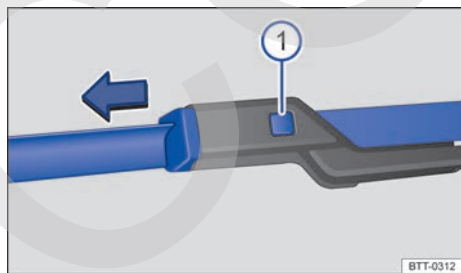

Fig. 145 Sustituir las escobillas de los limpiaparabrisas.
- Mantener la tecla de desbloqueo → fig. 145 ⓘ presionada y, al mismo tiempo, retirar la escobilla del limpiaparabrisas en el sentido de la flecha.